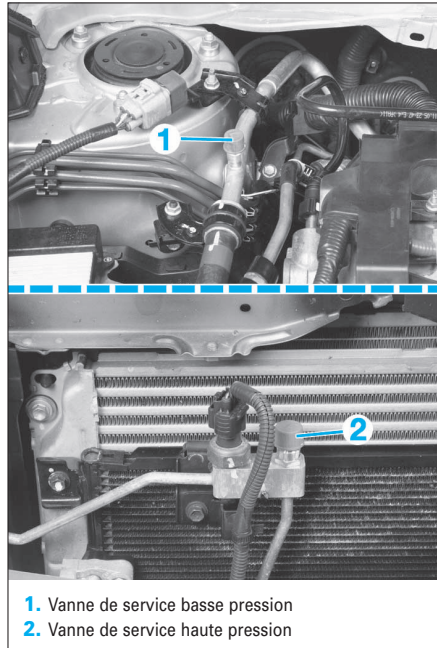

FIG. 1
- Déposer les caches des vannes (1) et (2) de service et raccorder la station (fig. 1).